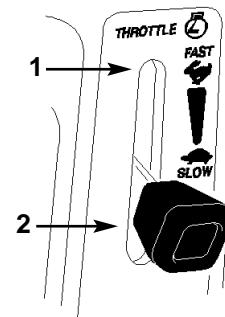

Fig. 5
5. Spostate la leva del gas in posizione "FAST" (marcia) (Fig. 5).
7. Quando il motore si avvia, spostate la leva dell'arricchitore in posizione "OFF" (Fig. 5). Se il motore si ferma o non si avvia correttamente, riportate la leva in posizione "ON" per alcuni secondi. Se necessario, ripetete questa procedura.
1. Spostate la leva del gas in posizione "SLOW" (Fig. 5).